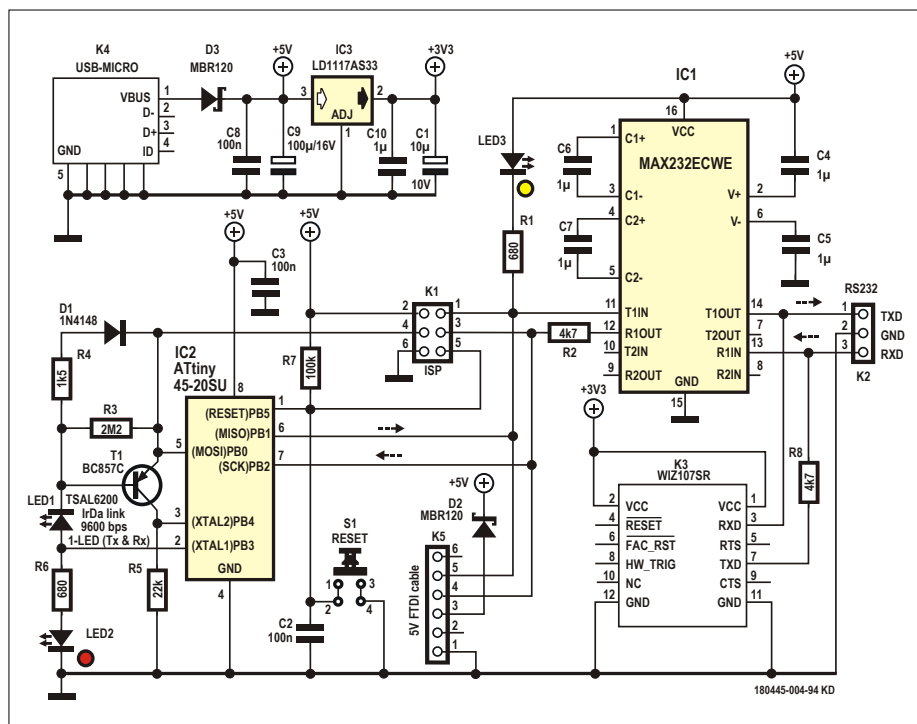
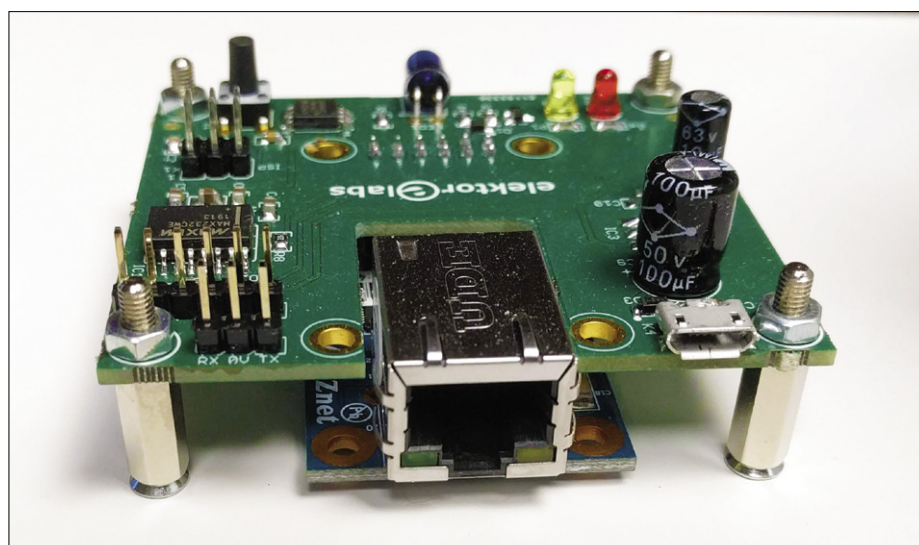

Figure 4. L'adaptateur de communication IR fournit une interface entre le boîtier inviolable hermétiquement fermé et un ordinateur.
Figure 5. L'adaptateur de communication IR avec le module Ethernet (en option) monté.
Une liaison infrarouge (IR) est disponible pour communiquer avec la boîte inviolable quand elle est hermétiquement fermée. Cette liaison n'est pas particulièrement rapide (9600 bauds) et sa portée est courte (1 cm). Elle fonctionne sans qu'il soit nécessaire d'ouvrir la boîte. L'adaptateur (**fig. 4** et **fig. 5**) qui rend cela possible est constitué d'un petit  $\mu C$  ATtiny45, équipé d'un émetteur-récepteur IR presque identique à celui de la boîte. Les circuits diffèrent légèrement en raison des contraintes de faible puissance de la boîte, lesquelles ne s'appliquent pas à l'adaptateur IR.